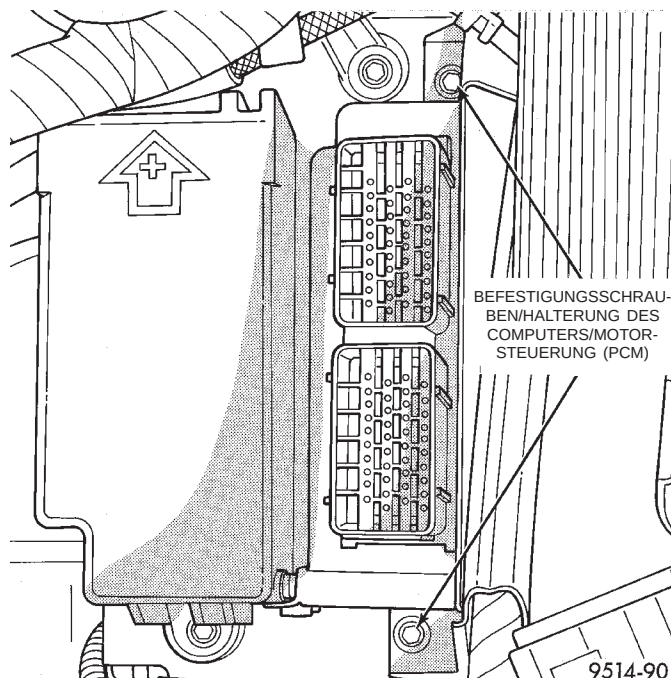

Abb. 78 Befestigungsschrauben/PCM-Halterung
- (2) Die beiden 40-poligen Steckverbinder vom PCM abziehen.
- (3) Die Schrauben herausdrehen, mit denen der PCM an der Halterung montiert ist (Abb. 78).
- (4) Den PCM anheben und aus dem Fahrzeug herausnehmen.